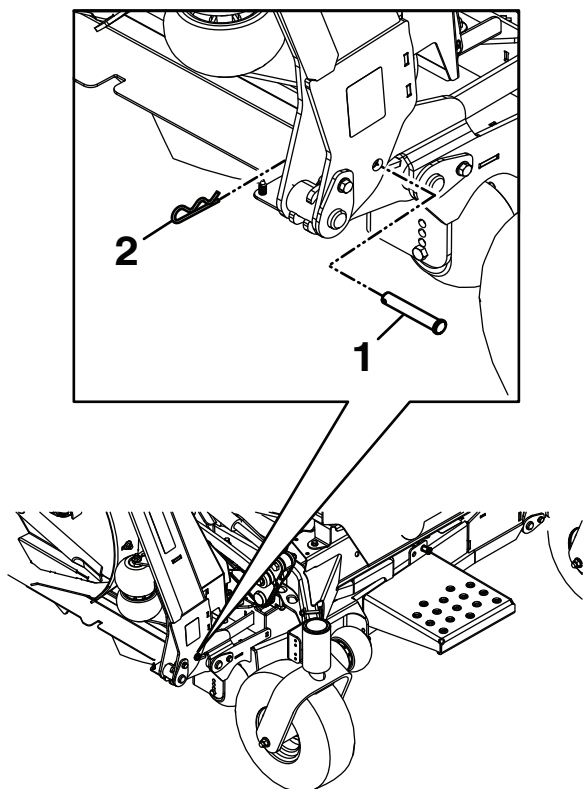

Figure 19
1. Retirez l'axe de chape et la goupille fendue qui bloquent chaque tablier latéral en position levée, et placez-les dans leur emplacement de rangement (Figure 18 et Figure 19).